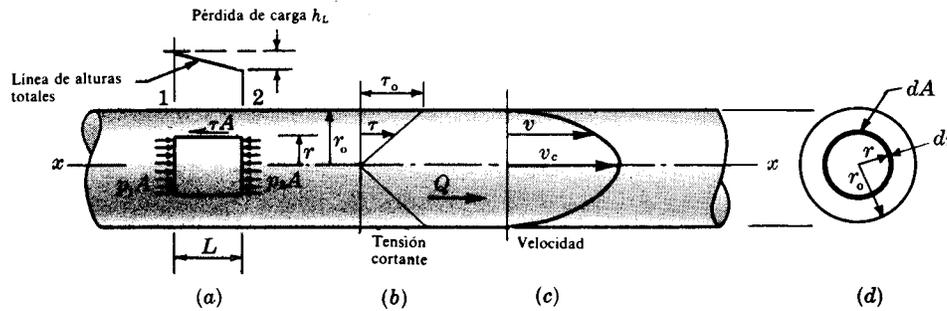

Fig. 7-1
- (a) Para el cuerpo libre de la Fig. 7-1(a), como el flujo es permanente, cada una de las partículas se mueve hacia la derecha sin aceleración. Por tanto, la suma de todas las fuerzas en la dirección x debe ser nula.
Cuando $r = 0$, la tensión cortante τ se anula; cuando $r = r_o$, la tensión sobre la pared coincide con el máximo de la tensión. La variación es lineal, tal como se ha representado en la Fig. 7-1(b). La ecuación (A) es válida tanto para flujo laminar como turbulento ya que en la deducción de la misma no se ha impuesto limitación alguna respecto al tipo de flujo.
7. Desarrollar una expresión para la pérdida de carga en una tubería para el caso de flujo laminar permanente y fluido incompresible. Referirse a la Fig. 7-1(d) del Problema 4.